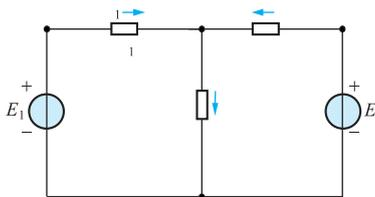

图 1-4 支路电路
(1) 支路。电路的每一个分支称为支路，每一条支路流过一个电流，称为支路电路。如图 1-4 所示，有三条支路，分别是 ca 、 ab 、 ad 。
(2) 节点。电路中三条或三条以上的支路相连接的点称为节点。如图 1-4 中的 a 点、 b 点。
(3) 回路。由一条或多条支路组成的闭合路径称为回路，如图 1-4 中有三个回路，分别是 $abca$ 、 $adba$ 、 $cadbc$ 。